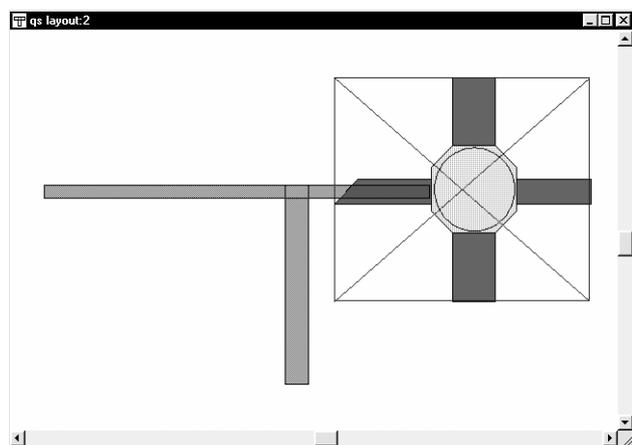

Рис. 5.13
1. Выберите **Schematic > View Layout** (Схема > Показать топологию) в выпадающем меню или щёлкните левой кнопкой мышки по значку **View Layout** на панели инструментов. Топология будет показана в окне топологии на рабочем поле (Рис.5.13).